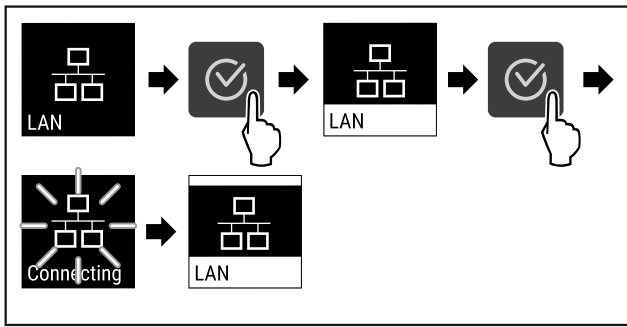

Fig. 90
- ▶ Провести етапи операцій (див. Fig. 90).